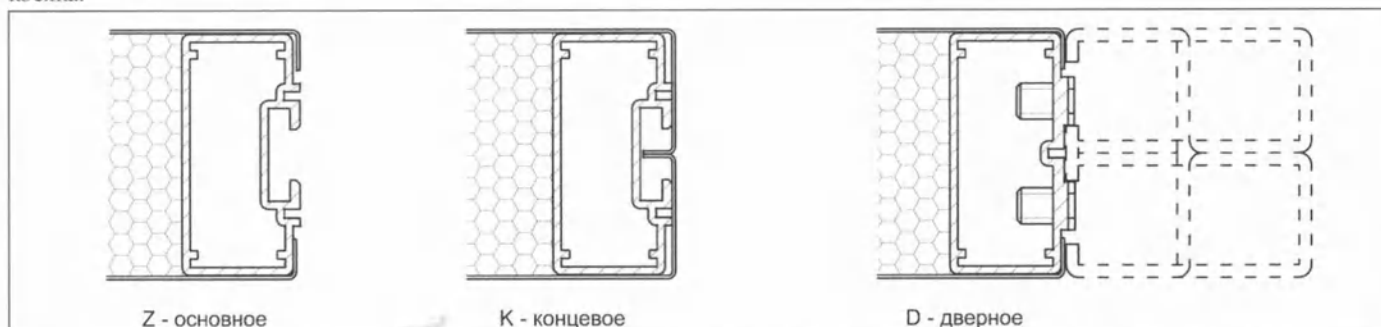

Рис.1 Окончания стеновых панелей — Z, K, D
3. Окончания стеновых панелей (рис. 1 и 2)
Чаще всего в окончании панели тип R служит окончание Z- основной (рис. 1). Стандартно применяется для нижней, верхней и боковой стороны панели, включая стороны панелей, к которой вмонтируются окна. Окончание К – концевое (рис. 1) применяется там, где будет лицевая и боковая сторона панели, например, во внутренних углах помещения. Окончание D - дверные (рис. 1) применяется для сторон панелей, на которые крепиться дверной косяк и на вертикальные стороны наддверных панелей. В дверном профиле внутренней рамы панели вмонтирована заклёпочная гайка М6 для фиксации дверного косяка.